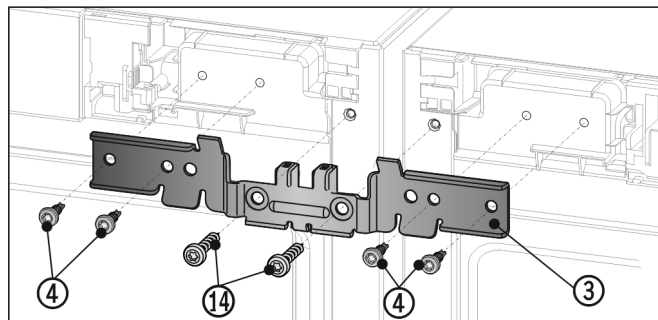

Fig. 13
- Far scorrere la squadretta Fig. 13 (3) con il distanziale fra le apparecchiature e sui perni. Avvitare la squadretta con quattro viti Fig. 13 (4) e le viti di messa a terra precedentemente svitate Fig. 13 (14) alternativamente a destra e a sinistra senza serrarle.